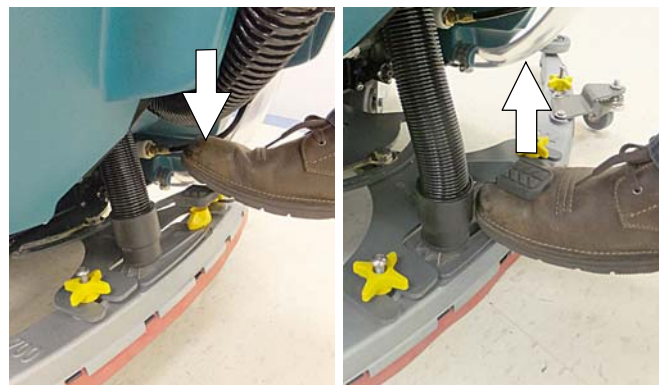

ABB. 74
4. Senken Sie die Abstreiferleisten-Einheit auf den Boden ab, indem Sie auf das Fußpedal treten (Abbildung 74). Um die Abstreifleisteneinheit anzuheben, stellen Sie den Fuß unter das Fußpedal und heben es an. Der Saugmotor startet automatisch, wenn die Abstreifleisten-Einheit abgesenkt ist.